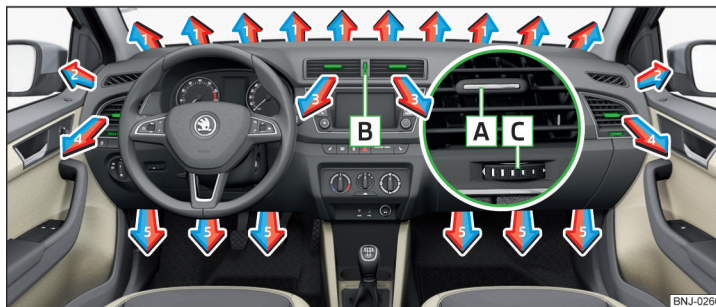

Abb. 126 Luftaustrittsdüsen
Bei den Luftaustrittsdüsen **3** und **4** » Abb. 126 kann die Luftströmungsrichtung geändert und die Düsen können auch einzeln geöffnet und geschlossen werden. ▶
Die Einstellung der Luftstromrichtung erfolgt durch das Verschieben des Verstellelements **A** » Abb. 126 in gewünschter Richtung.
- › Den Regler **B** nach oben drehen » Abb. 126.
- › Den Regler **B** nach unten drehen » Abb. 126.
Richtung des Luftaustritts einstellen	Luftaustrittsdüsen » Abb. 126